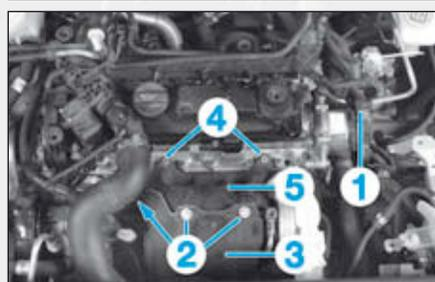
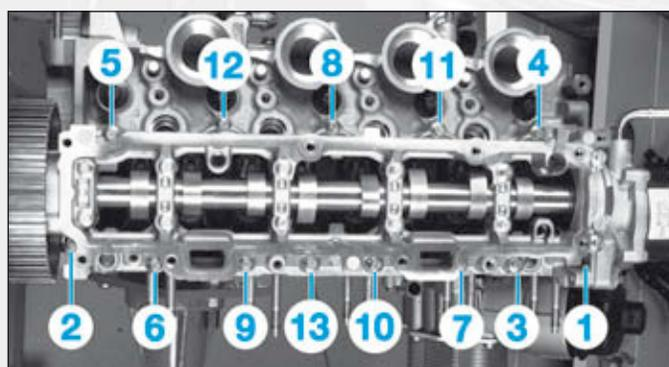

FIG.61
FIG.62
- Débrancher la canalisation à dépression (1) de la pompe à vide (Fig.61).
- Déposer les vis de fixation (2) de l'écran thermique du catalyseur (3).
- Ecarter l'écran thermique avant (3).
- les vis de fixation (4) de l'écran thermique supérieur (5) du collecteur d'échappement,
- les vis de fixation de l'ensemble des carters d'arbre à came en respectant l'ordre de desserrage (Fig.62).